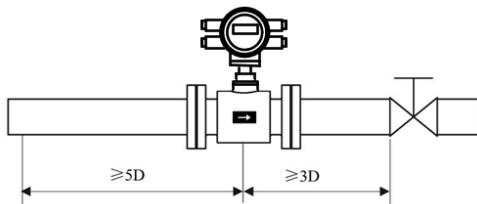
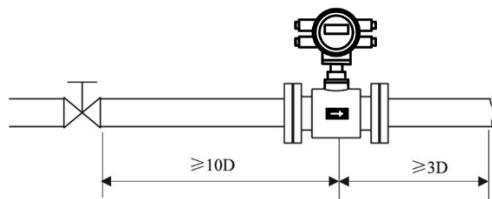

图 9 阀门位于传感器下游的安装
图 10 阀门位于传感器上游的安装
**(1) 位置**
**(2) 避免磁场干扰**
**(3) 直管段长度**
- 为确保流量计的测量精度，建议应保证传感器上游直管段长度至少应为 5 倍管径(5D)，下游直管段长度至少应为 3 倍管径(3D)。(参见图 8、图 9)
**(4) 维修空间**
**(5) 对工艺上不允许流量中断的管道**
- 在安装电磁流量计时应加设旁路通管和清洗口，如图 10 所示，这种装置可在流量计退出使用的情况下，保证设备系统连续工作。